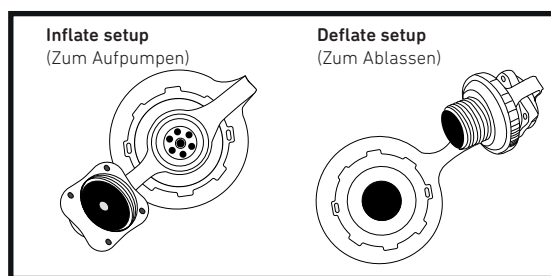

Abb. 1
3. Öffnen Sie den hinteren Reißverschluss und stellen Sie sicher, dass das Aufpumpventil in der Aufpump-Position ist (Abb. 1).